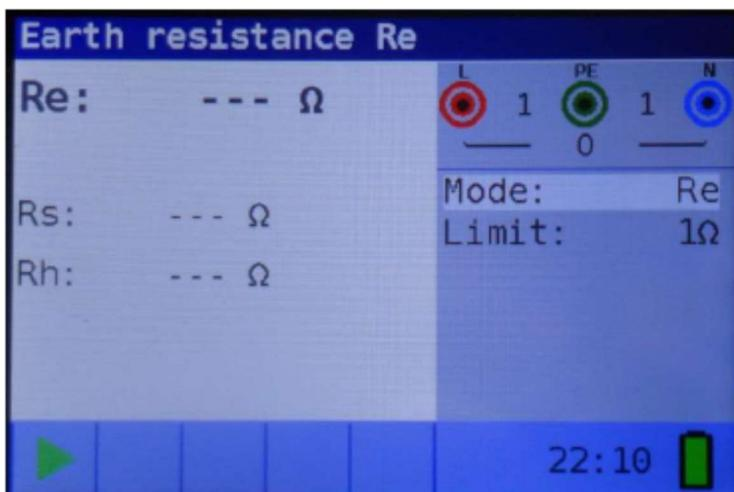

Figure 5-42: Menu de mesure résistance terre (Re)
**Étape 2** Connectez le câble de test à l'instrument KT600 et suivez le schéma de connexion indiqué à la figure 5.42 pour effectuer une mesure de tension et de fréquence..